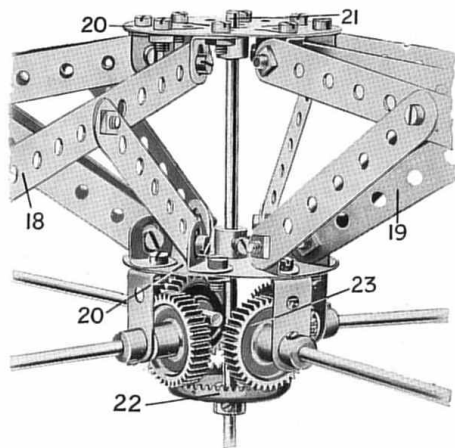

Fig. 4. Mécanisme supérieur de commande.
Les bosses des plateaux centraux (20) constituent des supports pour une tringle de 29 cm. (21) à laquelle est fixée une roue de champ (22) (Fig. 4) qui engrène avec les dents de quatre roues dentées de 25 mm. (23) sur les tringles (24). On prolonge la tringle 21 par un accouplement 25 et une courte tringle 12, qui est fixée dans la bosse du chemin de roulement inférieur du roulement à rouleaux, de façon que la roue de champ 22 reste fixe, et que la structure pivotante fasse voyager les roues dentées 23, autour de la roue de champ 22, ces roues dentées, tout en tournant autour de leurs axes, actionnent les chevaux galopants et les voitures tournantes.